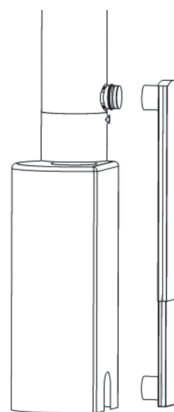

fig. 1
2. Plasser den justerbare luftkassen 101680 bak ovnen. Sett luftkassens bunn på gulvet, og trekk overdelen til luftkassen oppover, til luftkassens stuss flukter med stussen på startmodulen (fig. 1).